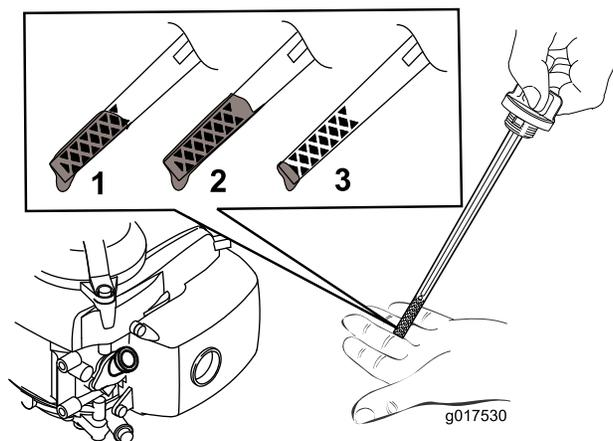

Рисунок 10
2. Извлеките масломерный щуп, повернув крышку против часовой стрелки и вытянув его (Рисунок 10).
5. Определите уровень масла по отметкам на щупе (Рисунок 10).
- Если уровень масла по щупу слишком низкий (Рисунок 10), осторожно залейте небольшое количество универсального минерального масла SAE 10W-30, не ниже SJ по классификации API, в маслозаливную горловину, подождите 3 минуты и повторите действия, описанные в пунктах с 3 по 5, чтобы довести масло до требуемого уровня по щупу.
- Если уровень масла по щупу слишком высокий (Рисунок 10), слейте излишек масла, пока не будет достигнут правильный уровень по щупу; см. раздел Замена масла в двигателе \(страница 17\).